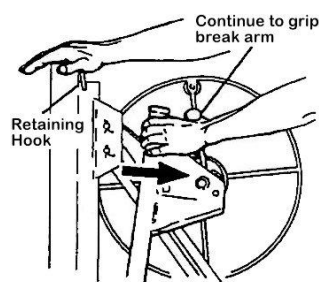

Figure 4
- c) Połóż prawą dłoń na szczycie ramy. Nadal trzymaj drążek hamulca, aby zapobiec odskoczeniu linki stalowej, następnie pociągnij wciągarkę całkowicie do siebie (Rys. 4).